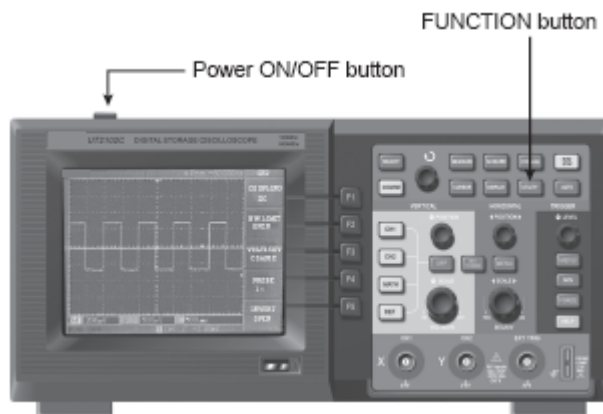

FIGURA 1-4
- 1) Encienda la unidad. El voltaje de alimentación es 100-240 V CA, 45-440Hz. Después de conectar la unidad, deje que efectúe su auto-calibración para optimizar la sonda de señal del osciloscopio para mediciones precisas. Presione la tecla FUNCTION y F1 para empezar la calibración. Luego presione F1 en la página siguiente para mostrar el ajuste por defecto. (Ver figura 1-4).